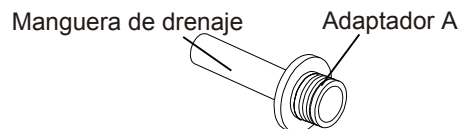

Imagen 9.
- Instale la manguera de drenaje en el adaptador A (consulte Imagen 9, coloque en el recipiente).